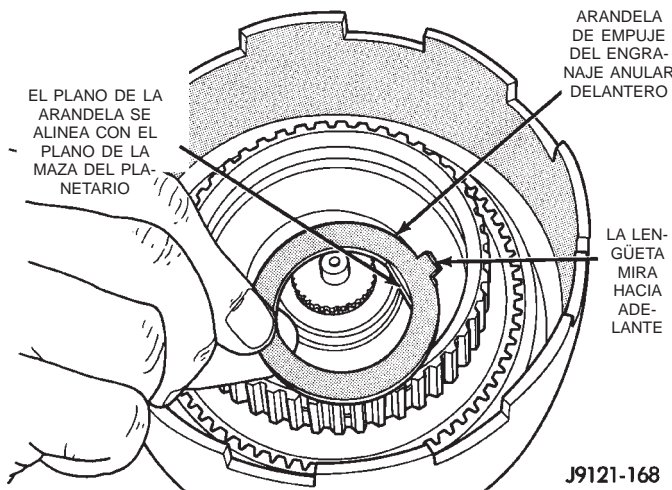

Fig. 161 Instalación de la arandela de empuje del engranaje anular delantero
(19) Instale la arandela de empuje en el engranaje anular delantero (Fig. 161). **Alinee el plano de la arandela con el plano de la maza del planetario. Asegúrese también de que la lengüeta de la arandela mire hacia arriba.**